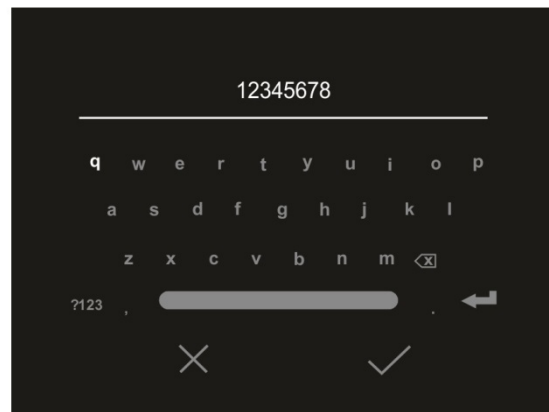

Abb. 15: Definition SSID und Passwort der WiFi-Verbindung
- Berühren Sie "SSID", um eine personalisierte Kennzeichnung ID der WiFi-Verbindung zu definieren. Die Bildschirmseite in Abb. 15 – linke Seite erscheint im Display.
- Berühren Sie "Password", um ein personalisiertes Passwort der WiFi-Verbindung zu definieren (Default "12345678"). Die Bildschirmseite in Abb. 15 – rechte Seite erscheint im Display.